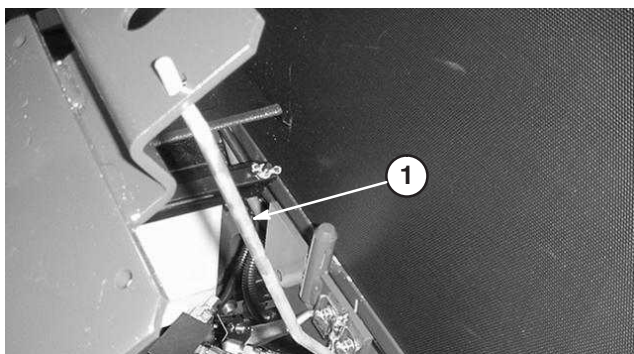

**Figure 9**
- Montez le siège et son support sur le support de pivot avec l'axe de pivot et la goupille cylindrique (Fig. 9).